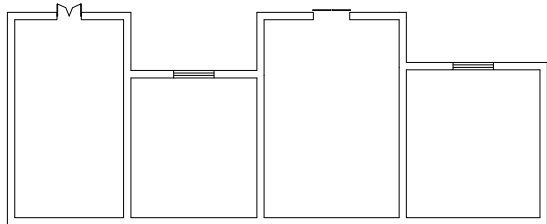

图 8-8 打开素材
**01** 按 Ctrl+O 组合键，打开配套光盘提供的“第 8 章/8.3.2 快速标注.dwg”素材文件，结果如图 8-8 所示。